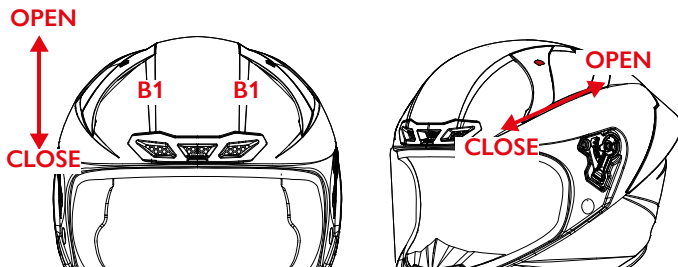

FIGURA 5
CONDUCTOS DE VENTILACION FRONTALES LATERALES DE AIRE — B1 — Figura 5
- Figura 5: mueva el cursor hacia arriba para abrir las salidas de aire / mueva el cursor hacia abajo para cerrar las salidas de aire.